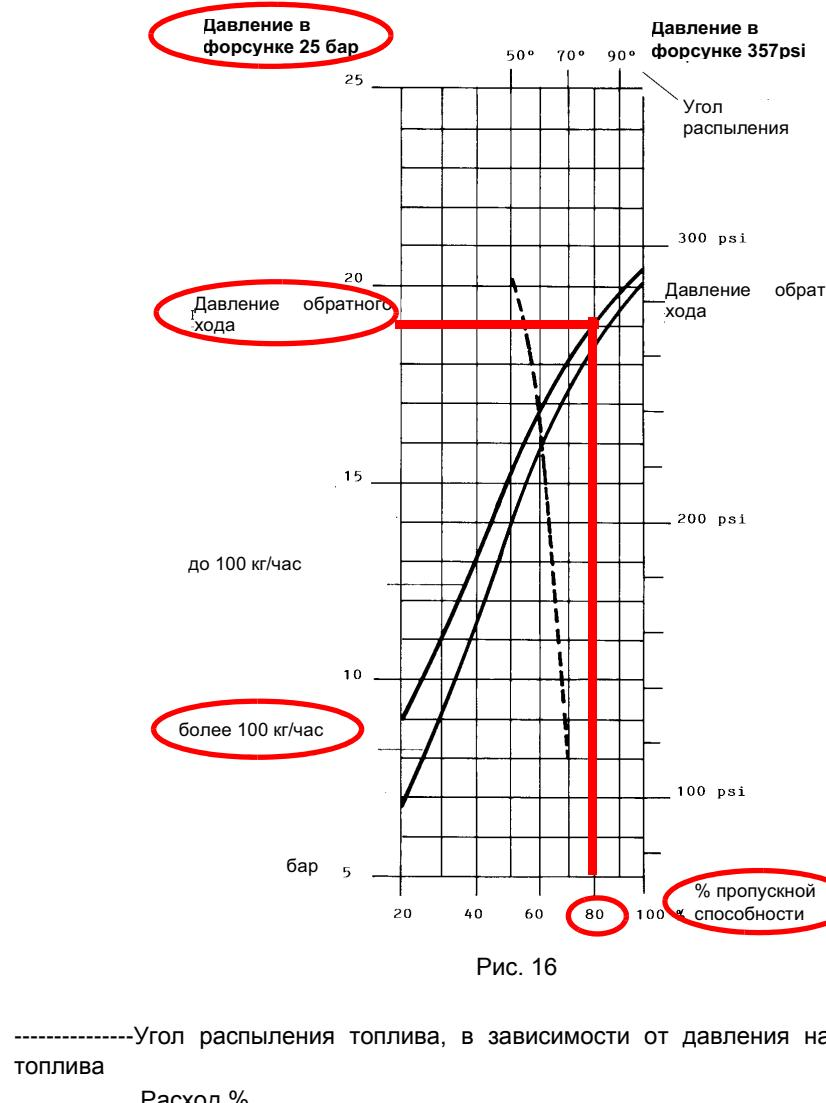
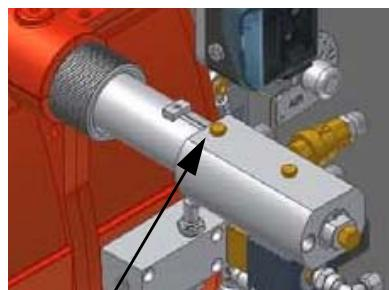

Рис. 16
Рис. 18
Расход дизельного топлива регулируется за счет выбора форсунки (противовпоточного типа), соответствующего мощности котла и типу применения размера, а также регулировки давления на прямом и обратном ходе жидкого топлива, согласно данных, указанных в таблице и на графике на Рис. 16 (для считывания давления - читайте последующие параграфы).
Пример : 80% номинального расхода на форсунке можно получить, если установлены форсунки с расходом более 100 кг/час, при давлении на обратном ходе примерно равном 18 бар (см. график на Рис. 16).
- 9 Давление питания форсунки уже отрегулировано заранее на заводе-изготовителе и не должно изменяться. Только в случае необходимости, отрегулировать давление питания (см. соответствующий параграф) следующим образом: установить манометр в положение, указанное на Рис. 18, воздействовать на регулировочный винт **VR** насоса (см. Рис. 17) до получения на форсунке давления в 25 бар (форсунки Fluidics - см. график на Рис. 16);